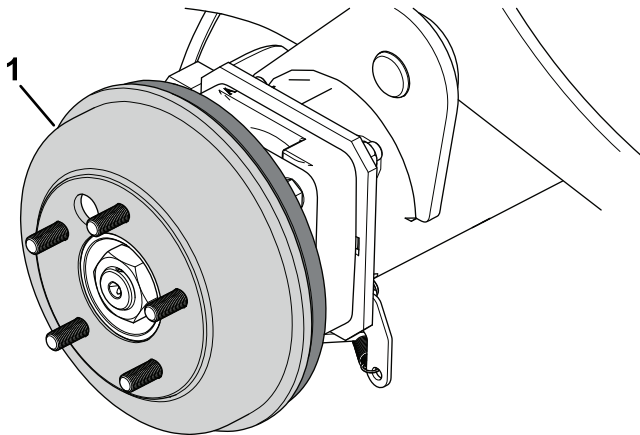

Bild 73
4. Entfernen Sie die Bremstrommeln (Bild 73) von Hand.